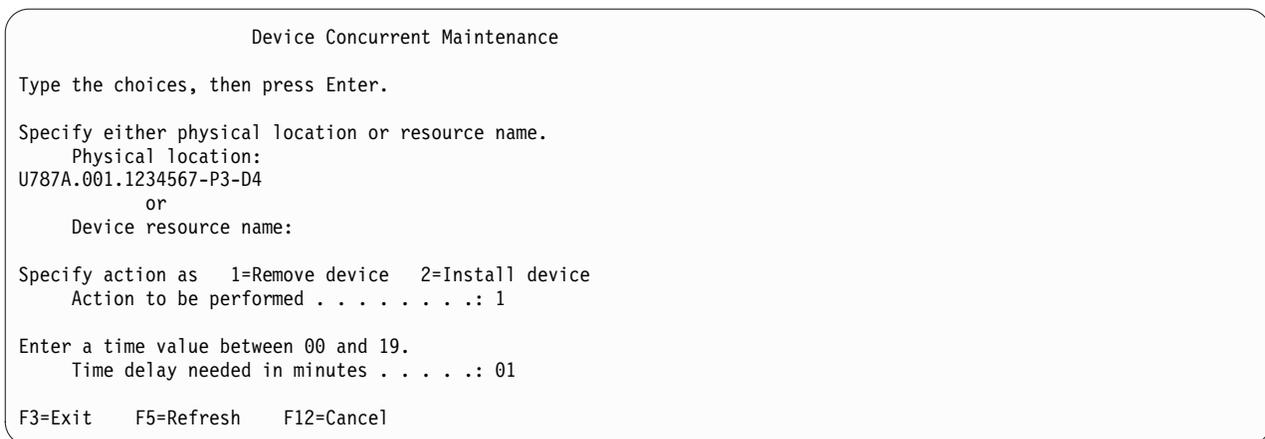

Abbildung 60. Beispielanzeige "Parallelwartung der Einheit"
15. Navigieren Sie im Hardware-Service-Manager zu der Option **Parallelwartung der Einheit auswählen**. Drücken Sie die Eingabetaste. Die Anzeige "**Parallelwartung der Einheit**" wird angezeigt (siehe Abb. 60).